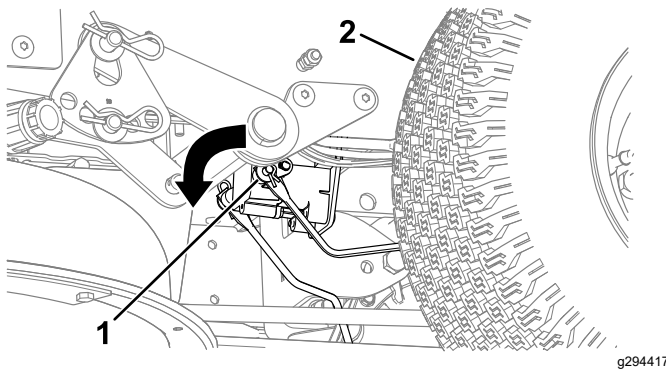

Figura 48
3. Localice el eje del freno eléctrico al que están conectados los brazos de enganche de los frenos (Figura 48).